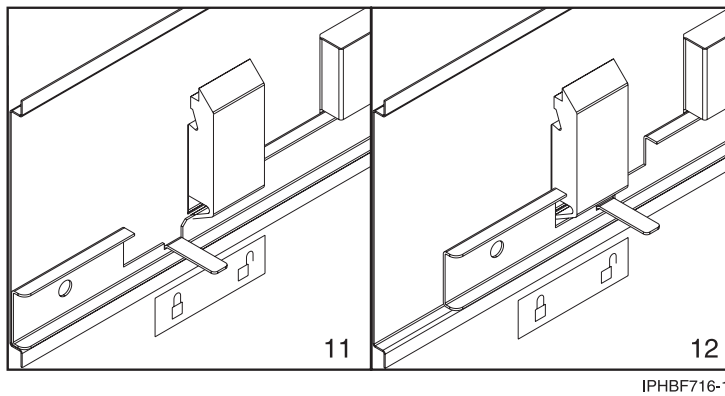

Abbildung 28. Aufkleber für geschlossene/geöffnete Position an Abdeckung anbringen
- e. Bringen Sie einen Aufkleber für die geschlossene/geöffnete Position so an der Innenseite der Abdeckung an, dass sich die Zunge der Schiebeleiste über dem Symbol für die geschlossene Position befindet (siehe 11 in Abb. 28 auf Seite 35), wenn die Schiebeleiste in der geschlossenen Position ist, und dass sich die Zunge der Schiebeleiste über dem Symbol für die geöffnete Position befindet, wenn die Schiebeleiste in der geöffneten Position ist (siehe 12).